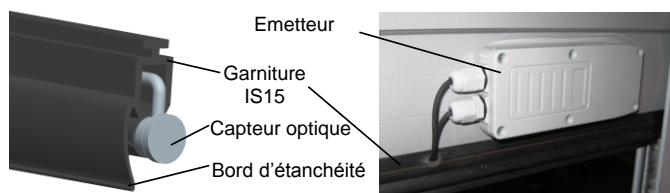

Fig. 4.1. Installation des capteurs optique et de l'émetteur
- 4.1.2. Installez la garniture d'étanchéité IS15 dans la rainure du profilé final en l'orientant de telle manière que le bord d'étanchéité de cette pièce soit tourné vers l'extérieur (fig. 4.1).
- 4.1.4. Insérez le récepteur (Rx) et l'émetteur (Tx) du bloc des capteurs optiques SIGNAL12 dans des trous ronds de la garniture d'étanchéité IS15, en plaçant les câbles dans un trou rectangulaire de la pièce d'insertion IS15 (Fig. 4.1). Placez l'émetteur (Tx) du côté de l'installation de la commande électrique. Les câbles des capteurs optiques doivent être étirés vers l'emplacement du récepteur conformément à la fig. 4.1.